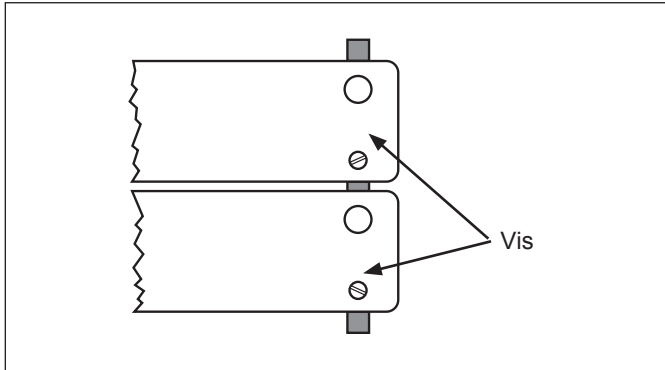

Figure 9. Maillons de raccordement
- Appliquer du **dégraissant puissant McD® (HCS)** sur un **linge de grill propre et imbibé de désinfectant**. Essuyer la partie exposée de la courroie transporteuse à l'aide du linge de grill de côté à côté. Utiliser les deux trous dans les maillons de raccordement à titre de repère (voir figure 9).